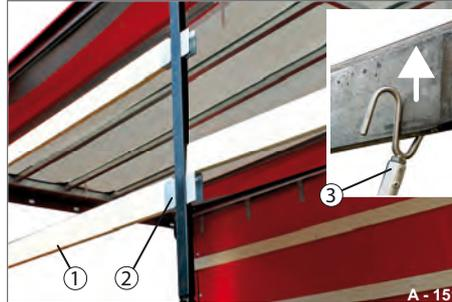

Abb. 210 Einstecklatten ausstecken
- ▶ Die obersten Einstecklatten (Abb. 210/1) von einer Seite ausstecken - ggf. die Teleskop-Bedienstange (Abb. 210/3) verwenden.
- ▶ Einstecklatten (Abb. 211/2) nacheinander, von unten beginnend, in die Einstecktaschen (Abb. 210/1) der Eck- bzw. Mittelrunge einstecken.